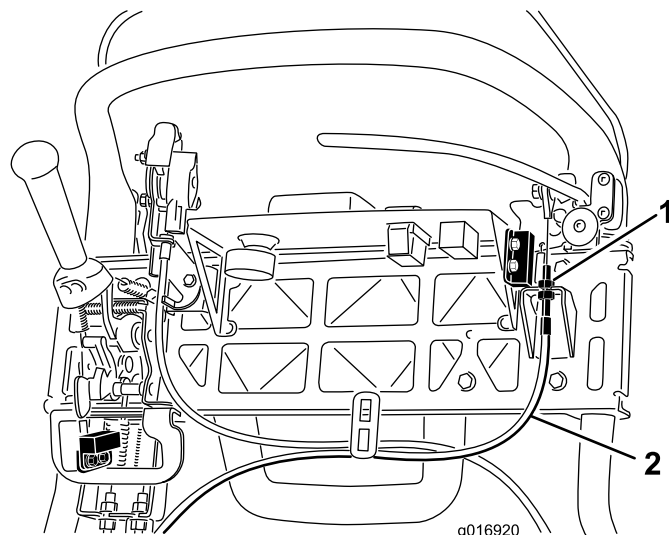

図 40
3. ケーブルの張りを強くするには、上側ケーブルのジャムナットをゆるめて、下側ケーブルのジャムナット 図 40 を締め、156 N15.8 kg の力で駐車ブレーキのラッチが解除されるように調整するブレーキバンドが締まりっぱなしにならないよう注意すること。